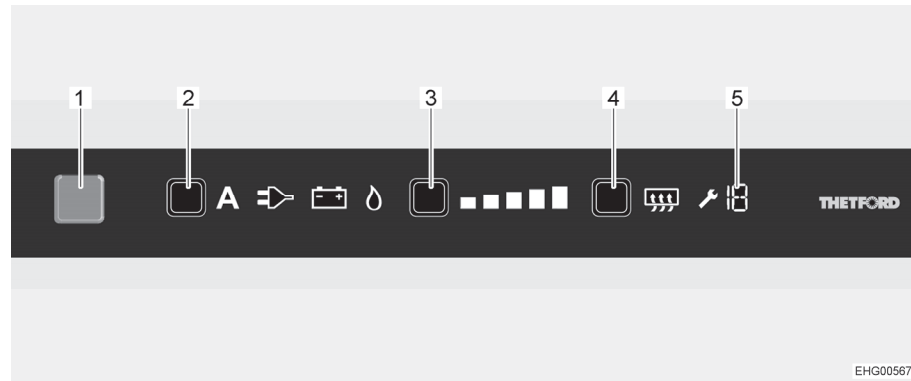

Fig. 133 Elementos de mando
Una vez conectado, el frigorífico selecciona automáticamente el último ajuste seleccionado del termostato. Este ajuste se puede reajustar de modo manual a través de la tecla de niveles de refrigeración (Fig. 133,3). Las barras luminosas del indicador de nivel de refrigeración indican el ajuste seleccionado del termostato. Con la tecla de niveles de refrigeración se ajusta la temperatura de refrigeración para los tres tipos de energía. Pasan algunas horas hasta que el frigorífico alcanza la temperatura de servicio normal. Al conmutar el modo de funcionamiento se mantiene el ajuste del termostato. La temperatura de refrigeración se mantiene independientemente del tipo de energía.
- Presionar la tecla On/Off (Fig. 133,1) por 1 segundo. La tecla se ilumina de color azul. Después de aprox. 10 segundos, la visualización se atenuará automáticamente por razones de ahorro de energía.
- Pulsar la tecla de selección de energía (Fig. 133,2) repetidamente hasta que esté seleccionada la fuente de energía deseada.
- Pulsar la tecla de niveles de refrigeración (Fig. 133,3) repetidamente hasta que esté seleccionada la nivel de refrigeración deseado. El nivel de refrigeración de refrigeración actual se visualizará a través de las barras luminosas.
- Pulsar la tecla On/Off (Fig. 133,1) por aprox. 2 segundos. Se apagarán todos las lámparas. El frigorífico está desconectado.